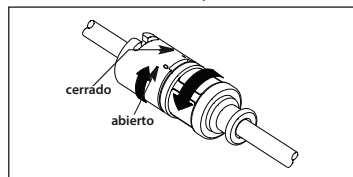

Figura 3
- b. Si va a utilizar un protector contra contaminación del catéter con adaptador TwistLock (si se suministra), asegúrese de que el TwistLock doble del protector contra contaminación del catéter esté completamente abierto (consulte la figura 3).